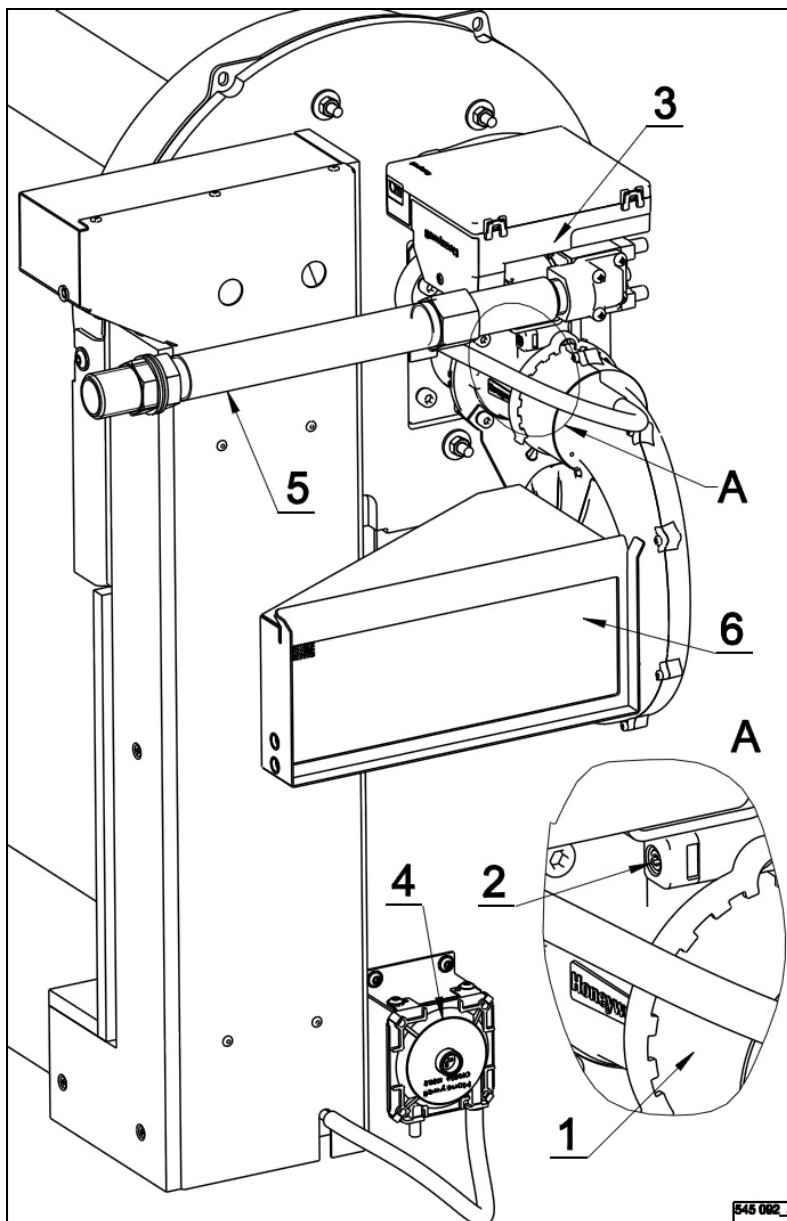

Figura 3.7.3.A – riscaldamento a gas
- A un tipo del gas specifico di esercizio e il valore di sovrappressione del gas corrisponde sempre una precisa impostazione della valvola di strozzamento (2) del tubo Venturi (1) e un kit parametrico dell'unità di controllo ESYS (3) – vedi la figura 3.7.3.A. Ogni macchina è completa dell'interruttore di depressione (4) che impedisce la funzione del riscaldamento a gas in caso che la resistenza – nel caso in cui il valore della massima perdita di pressione sul lato di scarico  $p_{z\ max}$  vedi tabella 3.5., supera il limite impostato o nel caso del suo danneggiamento – vedi il capitolo 5.9.2.
- Sul lato destro della parte frontale del riscaldamento, figura 3.7.3.B è collocato il coperchio per un controllo visivo della fiamma.